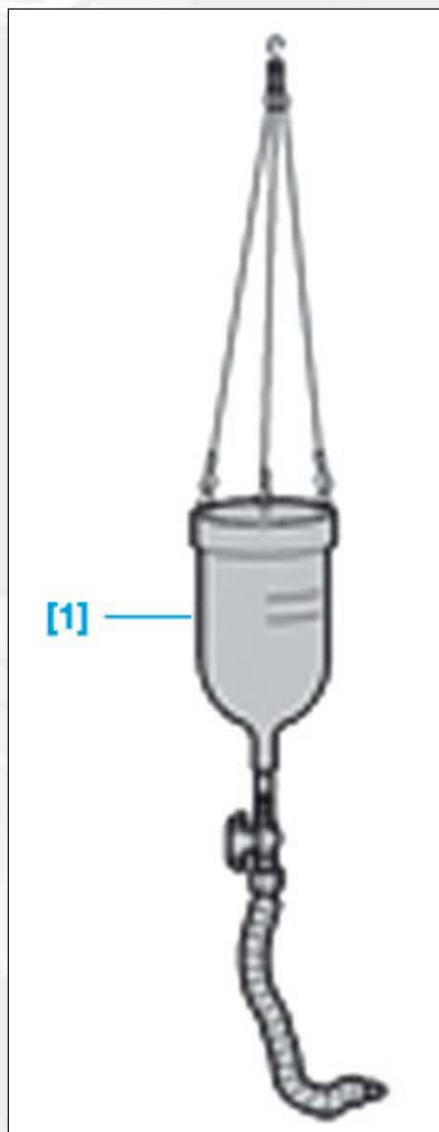

FIG.1
- [1]. Cylindre de remplissage d'huile (réf. 0344) (Fig.1).